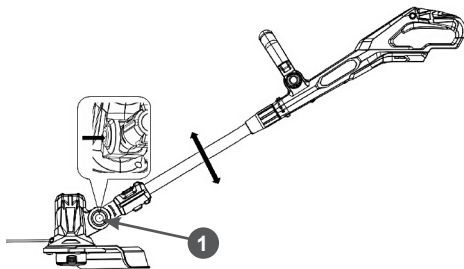

Рис. 6 Регулировка положения электродвигателя в вертикальной плоскости
4. Для изменения угла наклона электродвигателя в вертикальной плоскости необходимо нажать кнопку блокировки 1 (Рис. 6) и поворотом электродвигателя относительно штанги выбрать одно из трех фиксированных положений.